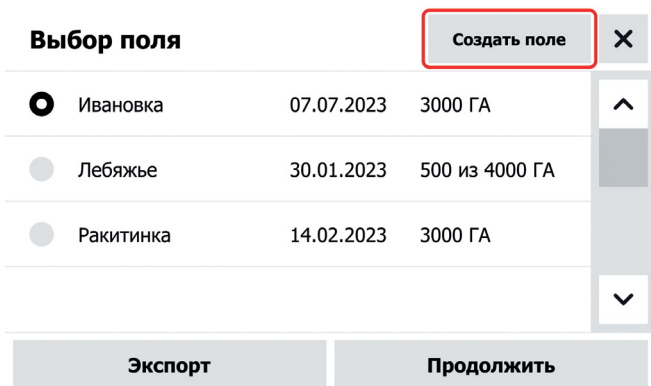

Рисунок 63. Кнопка «Создать поле»
1.2. Нажмите на кнопку «Создать поле» (см. Рисунок 63).
Прокрутите экран до секции «Сервис» и нажмите на кнопку «Подруливатель» (см. Рисунок 63. *Меню сервис. Подруливатель*)